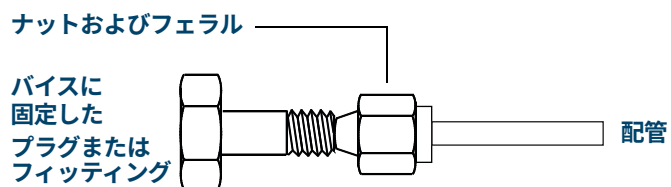

図 16. フィッティングの組み立て
- 3 配管をステンレス製のプラグに押し込みます。図 16 を参照してください。